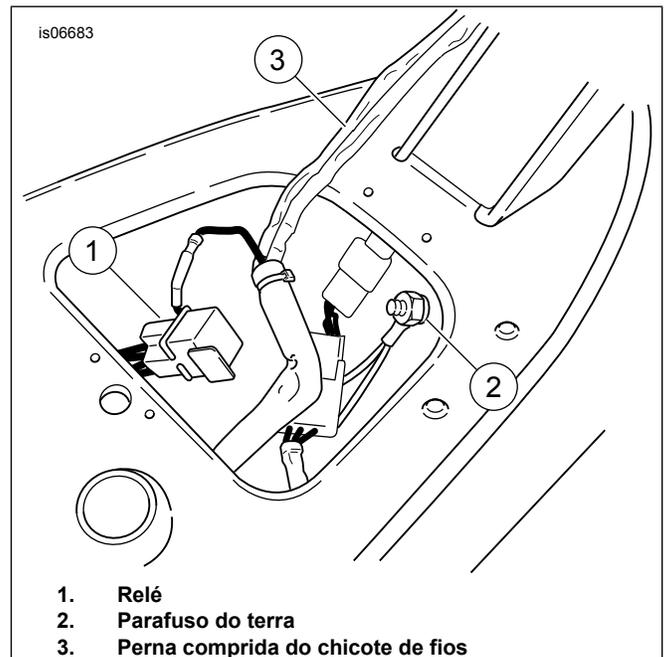

Figura 5. Instalação do chicote de fios (FXDWG exibido)
11. Veja Figura 5. Instale o chicote de fios. Coloque o relé (1) na abertura do compartimento do assento e oriente a perna comprida do chicote de fios (3) ao longo do eixo central do quadro.